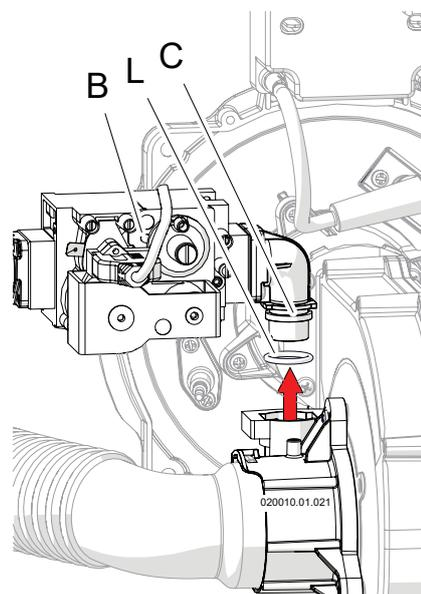

Figura 6-4
- 5.- rimuovere la valvola gas con il raccordo "C" come in Figura 6-4 (facendo attenzione all'OR "L" di Figura 6-4);